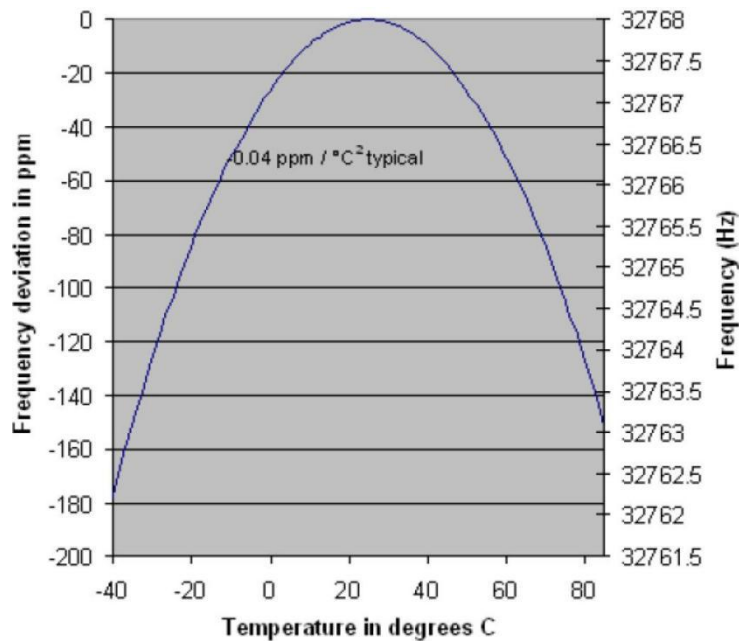

图 2. 晶体频率与温度的关系
另外除了晶体与负载匹配产生误差外, 当环境温度变化时, 晶体固有频率也会发生变化。实时时钟系统 (RTCs) 使用音叉晶体, 这种晶体会在超温时产生误差, 如图 2 所示。20ppm 的误差相当于每月 1 分钟的误差。
3. 有条件的话，在晶体周围放置保护环（接地），这能让晶体与相邻信号的噪声耦合绝缘，如图 2 所示显示了在晶体周围放置保护环。